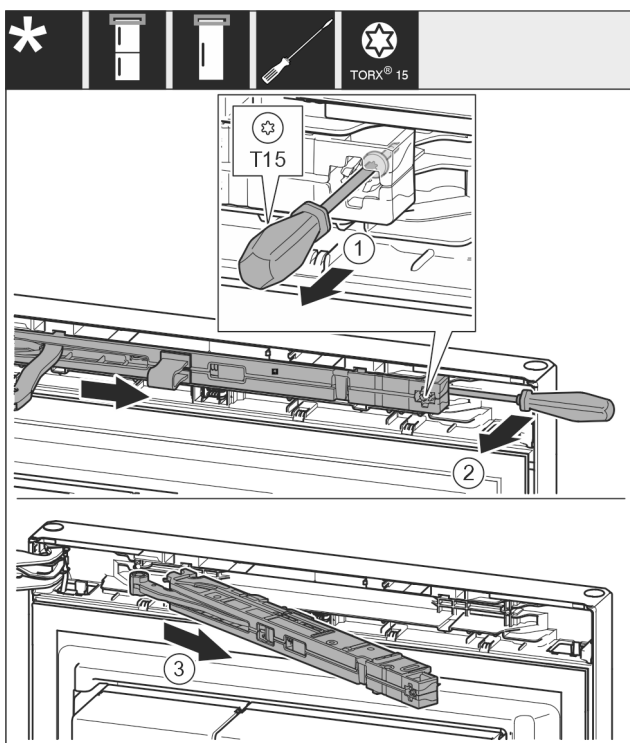

Fig. 15
- ▶ Skrutku Fig. 15 (1) na jednotke tlmíča uzatvárania uvoľnite skrutkovačom 14 mm.
- ▶ Vypáčte jednotku tlmíča uzatvárania Fig. 15 (2) na strane rukováti dopredu pomocou skrutkovača.
- ▶ Vytiahnite jednotku tlmíča uzatvárania Fig. 15 (3).